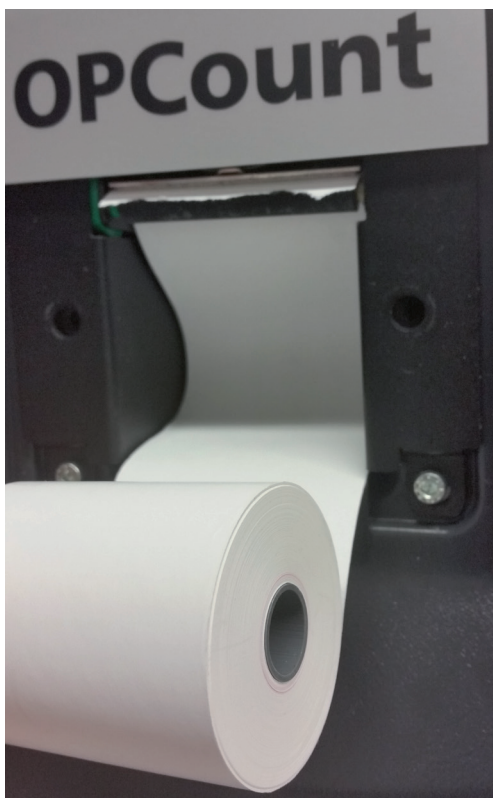

Abb. 27: Druckerpapier wechseln
- › Beachten Sie dabei die Ausrichtung der Rolle (siehe Abbildung 27).